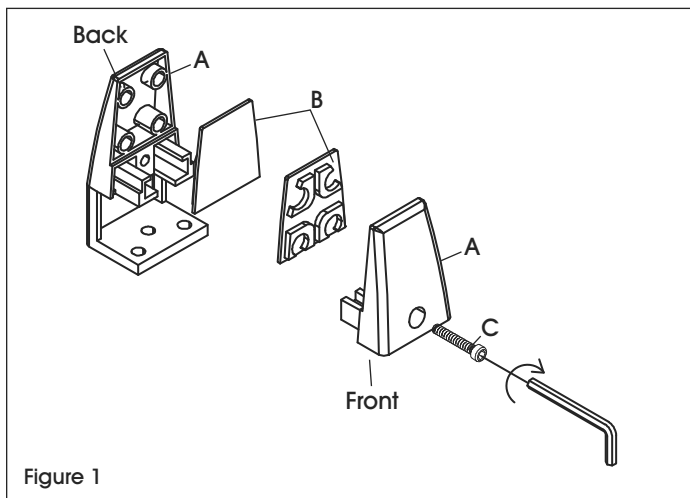

Figure 1
**NOTE:** Privacy panel includes mounting brackets (A) in black and in silver for use with desk frames of either color.
1. Separate mounting bracket (A). Firmly press one plastic mat (B) into each side of mounting bracket. Repeat for remaining brackets. (See Figure 1)
**REMARQUE :** Le panneau de séparation inclut des support de fixation (A) noirs et argentés pour une utilisation avec les cadres de bureau de même couleur.
1. Séparez le support de fixation en deux (A). Pressez fermement une couche de plastique (B) dans chacun des côtés du support de fixation. Répétez cette étape pour les supports restants. (Voir Figure 1)